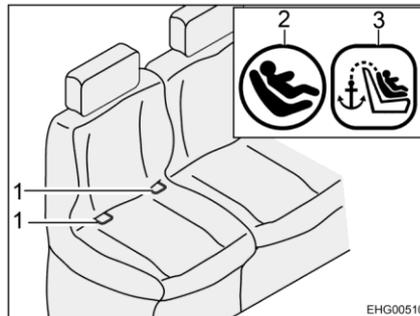
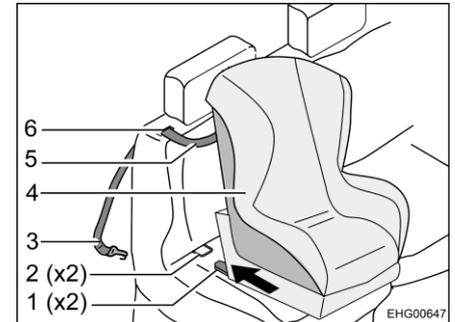

Fig. 9 Sedile con Isofix
Fig. 10 Fissaggio con Top Tether
- Far passare la cintura Top Tether (Fig. 10,5) nella fessura (Fig. 10,6) nel cuscino dello schienale (accanto al poggiatesta).
- Agganciare il gancio di fissaggio (Fig. 10,3) al punto di ancoraggio sul retro del sedile del veicolo.
- Innestare i braccetti di ritenuta (Fig. 10,1) nella staffa di supporto (Fig. 9,1 e Fig. 10,2). Al momento dell'innesto dovrebbe essere possibile sentire un "clic".
- Scuotere con decisione il seggiolino per bambini (Fig. 10,4) per verificare che sia ben fissato.